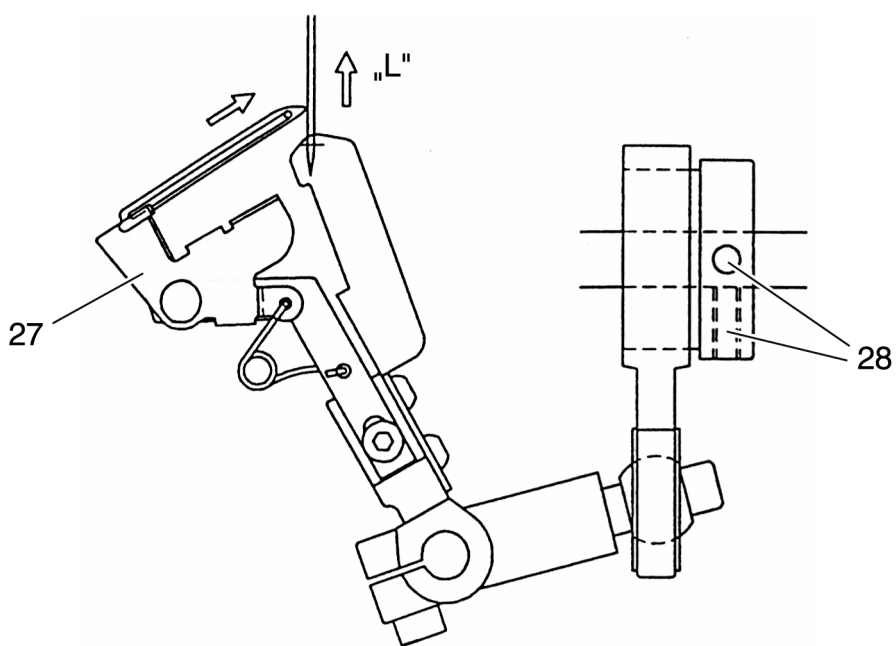

Рис. 20
- Носик петлителя 27 при поворачивании махового колеса в обоих направлениях должен устанавливаться точно на осевой линии иглы „L” (рис. 20).